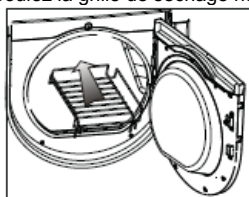

Fig.2
4. Soulevez la grille de séchage horizontalement dans le tambour. (Fig.2)